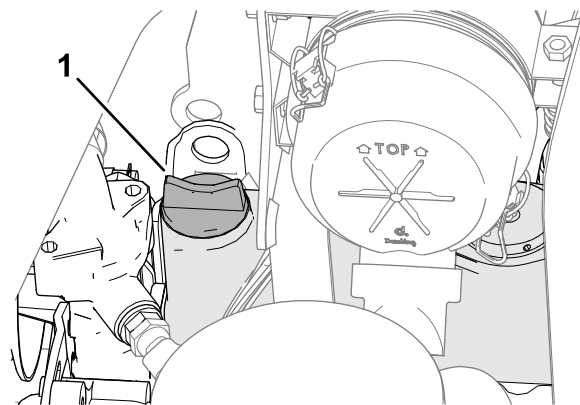

図 73
5. オイルの量が不足している場合は、補給口のキャップ **図 73** を取り、ディップスティックで油量を確認しながら少しずつ、FULL マークまで補給する。